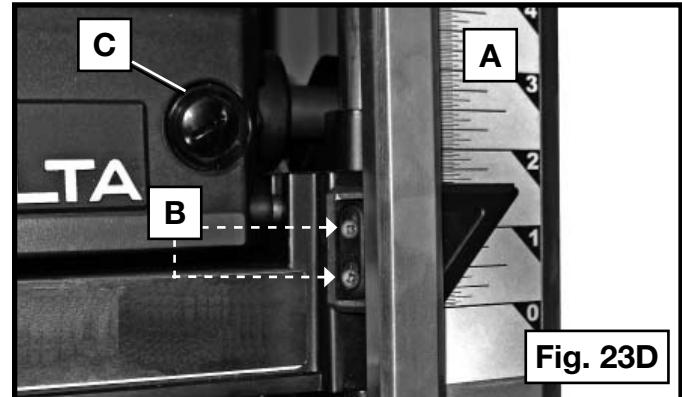

Fig. 23D
La escala de ajuste de profundidad (A) Fig. 23D de la cepilladora viene configurada de fábrica. Sin embargo, debido a la utilización prolongada, la escala de ajuste de profundidad puede arrojar medidas incorrectas. Para controlar la escala de ajuste de profundidad, cepille una pieza de madera de desecho y tome nota de la medida que indica la escala de ajuste de profundidad. Mida el espesor final de la pieza de trabajo. Si el espesor de la pieza de trabajo no coincide con la lectura de la escala de ajuste de profundidad, afloje los dos tornillos (B) del indicador rojo. Ajuste el indicador hacia arriba o hacia abajo, hasta que la lectura coincida con el espesor final de la pieza de trabajo. Vuelva a ajustar bien los tornillos.
La cepilladora está dotado de casquillos de escobilla (C) Fig. 23D fuera del motor. Si hay que reemplazar las escobillas, empiece por comprar un juego nuevo en un centro de servicio DELTA Machinery o con un concesionario autorizado para dar servicio a los productos DELTA. Use solamente escobillas DELTA idénticas.